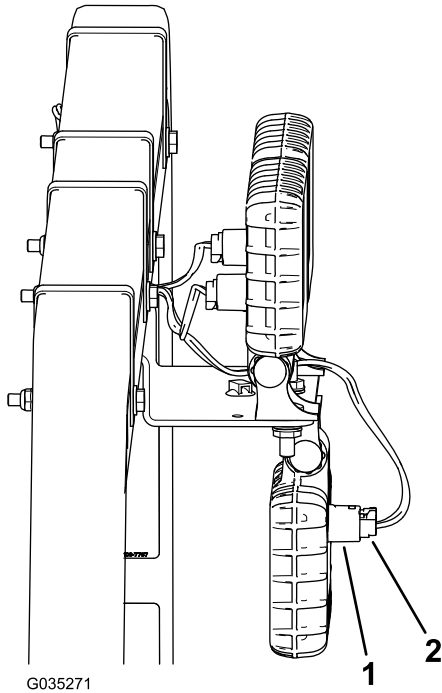

Bild 6
- Schließen Sie die drei Kabelbaumanschlüsse in den drei Öffnungen in den drei LED-Arbeitsscheinwerfern an (Bild 6).